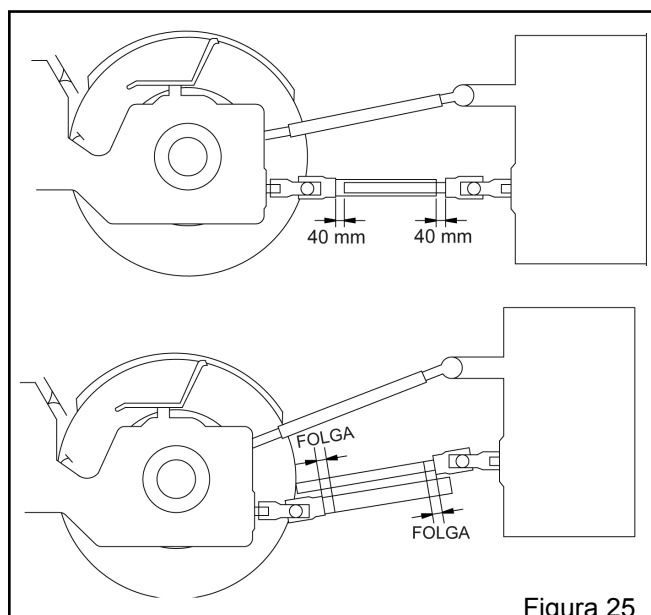

Figura 25
- Coloque as duas partes (macho e fêmea) paralelas (Figura 25), marque o excesso das duas partes, observando que os pedaços a serem cortados em ambas as partes devem ser iguais.
d) Retire o cardan e acresça uns 40 mm em cada uma das marcas, faça uma nova marca, de forma que os pedaços cortados sejam maior que ambas as partes. Isso se torna necessário para evitar que as pontas macho e fêmea toquem no garfo do cardan. (Figura 25).